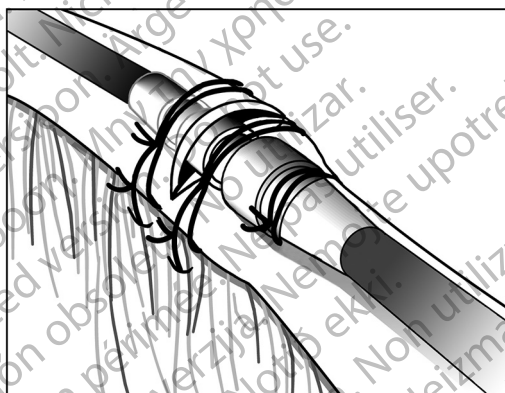

Figure 11. Exemple de manchon de suture, technique d'incision veineuse
3. En utilisant le même sillon, fixer la sonde et la veine sur le fascia adjacent (Figure 11 Exemple de manchon de suture, technique d'incision veineuse en page 29).